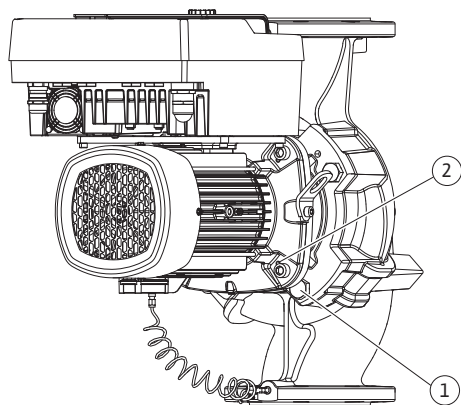

Fig. 111: Pressionar a unidade de impulsor motor através dos orifícios roscados (conforme o tipo de bomba)
22. Ao remover os parafusos (Fig. II, pos. 10), o sensor da pressão diferencial também se solta do flange do motor. Deixar o sensor da pressão diferencial (Fig. I, pos. 8) suspenso com a chapa de suporte (Fig. I, pos. 13) nas linhas de medição de pressão (Fig. I, pos. 7). Desligar o cabo de ligação do sensor da pressão diferencial no módulo eletrônico.
23. Retirar a unidade de impulsor motor do corpo da bomba. Para tal, utilizar os dois orifícios roscados (ver Fig. 111, pos. 1).
31. Retirar a unidade de impulsor motor (ver capítulo «Descrição da bomba») desapertando os parafusos de flange (Fig. I/III, pos. 29) do corpo da bomba.
32. Ao remover os parafusos (Fig. I/III, pos. 29), o sensor da pressão diferencial também se solta do flange do motor. Deixar o sensor da pressão diferencial (Fig. I, pos. 8) suspenso com a chapa de suporte (Fig. I, pos. 13) nas linhas de medição de pressão (Fig. I, pos. 7). Desligar o cabo de ligação do sensor da pressão diferencial no módulo eletrônico ou desconectar da ligação da ficha e puxar para fora.
33. Para soltar a unidade de impulsor motor do corpo da bomba, utilizar os dois orifícios roscados que se encontram ao lado (Fig. 111, pos. 1) e utilizar os parafusos disponíveis ou parafusos adequados disponibilizados no local (por exemplo, M10 x 25 mm).
34. Introduzir uma chave de bocas (tamanho 32 mm) na janela da lanterna (Fig. III, pos. 38) e fixar o veio nas superfícies de aperto. Desapertar a porca do impulsor (Fig. III, pos. 22). Remover os discos que estão por baixo (Fig. III, pos. 23) e retirar o impulsor (Fig. III, pos. 21) do veio da bomba. Desmontar a mola de ajuste (Fig. III, pos. 37).
35. Remover o empanque mecânico (Fig. III, pos. 25) e o anel distanciador (Fig. III, pos. 20).
36. Retirar o contra-anel (Fig. III, pos. 26) do empanque mecânico do alojamento da lanterna.